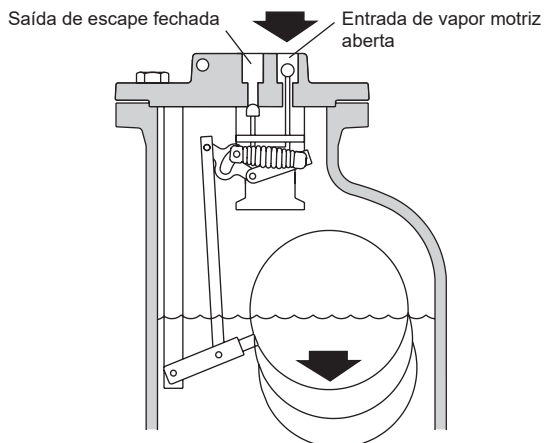
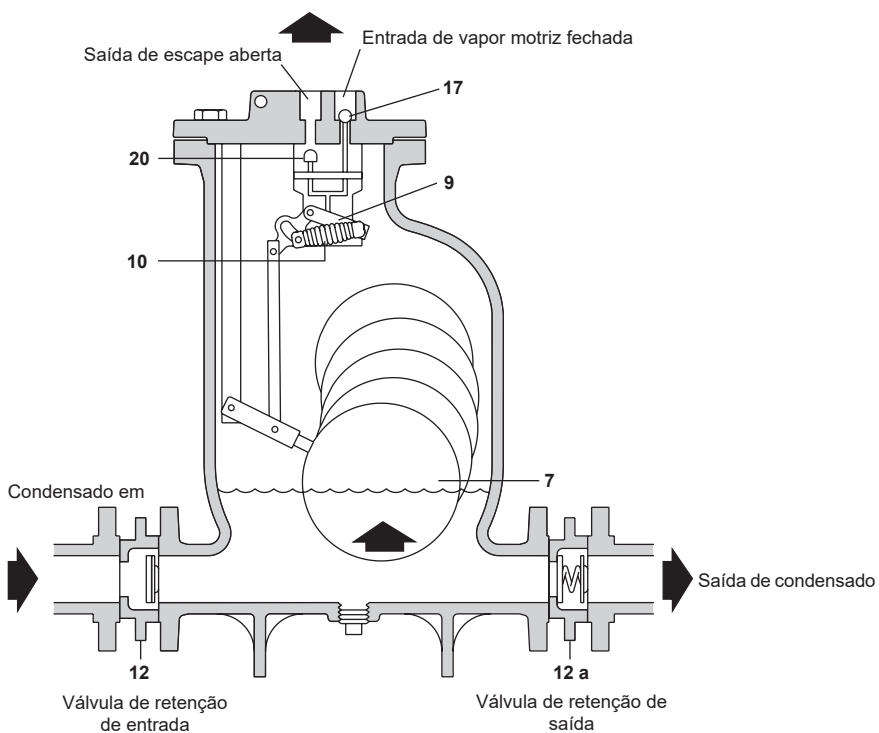

Fig. 10 Curso de descarga
Fig. 11 Curso de enchimento
1. Antes do arranque, o flutuador(7) está na sua posição mais baixa, com a válvula de vapor(17) fechada e a válvula de escape(20) aberta (Fig. 11).
2. Quando o líquido flui por gravidade através da válvula de retenção de entrada(12) para o corpo da bomba, o flutuador(7) sobe.
3. Quando o flutuador(7) continua a subir, o elo do mecanismo(9) é engatado, o que aumenta a tensão nas molas(10). Quando o flutuador(7) tiver subido para a sua posição superior de disparo, o mecanismo de ligação encaixa-se no centro para cima. A energia nas molas é libertada quando o elo do mecanismo(9) acelera para cima, abrindo simultaneamente a válvula de entrada de vapor motriz e fechando a válvula de escape (Fig. 10).
4. O fluxo de vapor através da válvula de entrada(17) aumenta a pressão no interior do corpo. Isto fecha a válvula de retenção de entrada(12) e força o líquido para fora através da válvula de retenção de descarga(12a).
5. Quando o nível de líquido no corpo da bomba desce, a boia desce e o elo do mecanismo(9) é engatado, o que aumenta novamente a tensão nas molas(10). Quando o flutuador atinge a posição de disparo inferior, o mecanismo de ligação desloca-se para baixo sobre o centro. A energia da mola é libertada, acelerando assim o mecanismo para baixo, abrindo simultaneamente a válvula de escape e fechando a válvula de entrada de vapor.